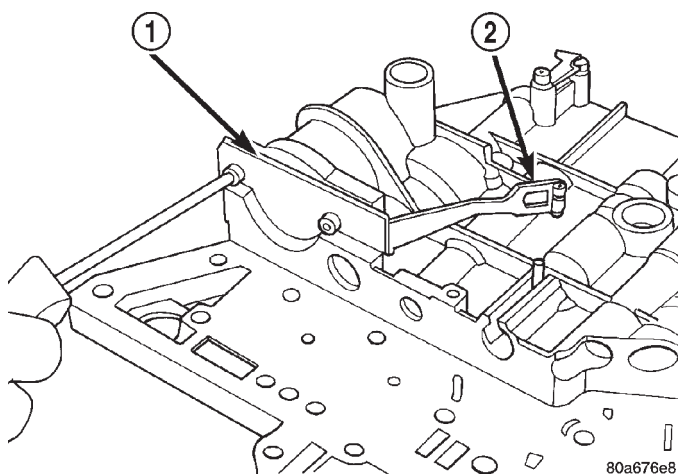

Fig. 322 Placa fiadora del acumulador de 2-4
(4) Retire la placa fiadora del acumulador de 2-4 (Fig. 322).